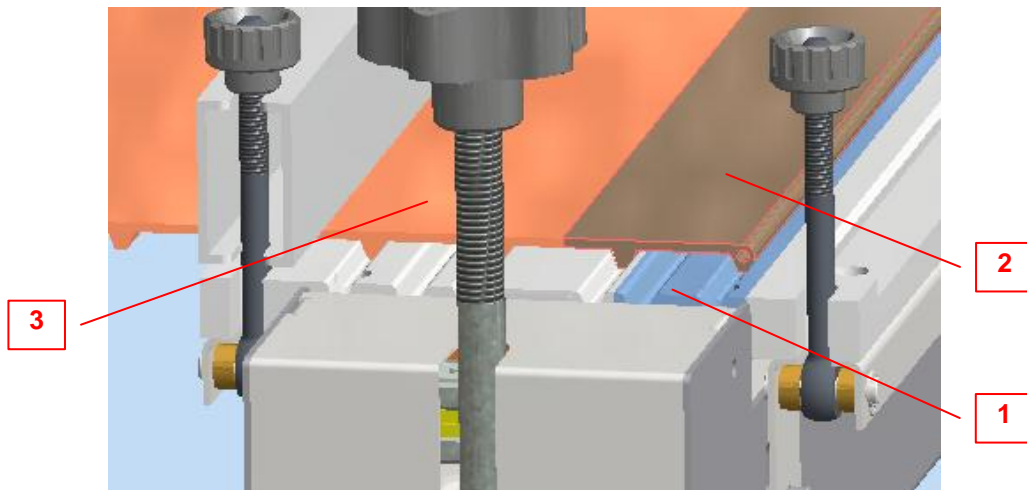

Fig 9 -
- b. Deposare la prima estremità del nastro Cleandrive™ sul piano di saldatura, inserendo i denti nelle corrispondenti sedi (Fig. 9 particolare 1). Fissare il nastro in posizione tramite il pressore bloccaggio, serrando i due pomelli.
- c. Posizionare sul piano di saldatura la graffa “Mechanical Lacing” (2), facendo combaciare i denti con le sedi presenti sul piano di saldatura. Allineare il bordo esterno con quello del nastro.
- d. Controllare che le due teste del nastro combacino perfettamente (Fig.9). Serrare i pomelli di chiusura della barra di bloccaggio.